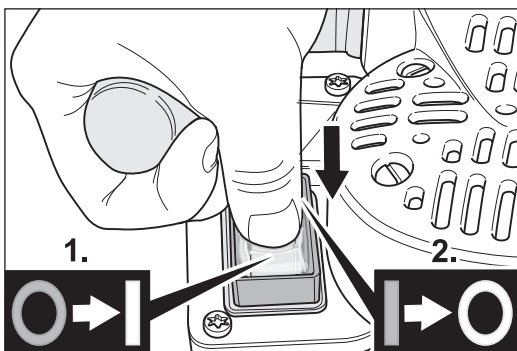

Bild 8 Påkoppling (1.) och fränkoppling (2.) av maskinen på vippströmställaren.
- 2 Tryck vippströmställaren till "I" (bild 8, 1.). Strömställarknappen hakar in och motorn kopplas på.
- 2 Tryck vippströmställaren till "0" (bild 8, 2.). Strömställarknappen hakar in och motorn kopplas från.